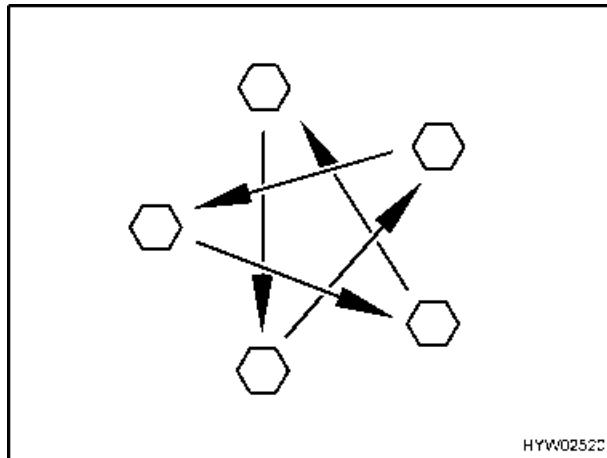

Fig. 105 Serrare a croce i dadi o i bulloni delle ruote
- Controllare regolarmente il serraggio dei dadi o dei bulloni. Regolare a croce (Fig. 105) il serraggio dei dadi o dei bulloni di una ruota sostituita dopo circa 50 km. Per il valore della coppia di serraggio consultare il paragrafo Coppia di serraggio.
- Serrare a croce i dadi o i bulloni delle ruote (Fig. 105). Per il valore della coppia di serraggio consultare il paragrafo Coppia di serraggio.